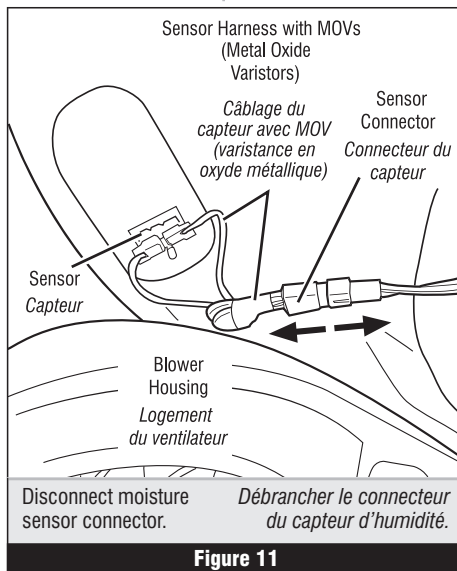

Figure 11
- Disconnect the sensor connector. See figure 11, page 10.
- Débrancher le connecteur du capteur. Voir figure 11, page 10.